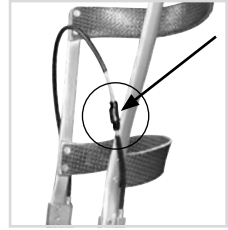

Fig. 10
Le câble de traction séparable est livré prémonté. Si vous souhaitez procéder à des ajustements sur le câble de traction, positionnez le raccord (Fig. 10) à un endroit bien accessible du patient.
- 1 Si nécessaire, raccourcissez le câble de traction long et/ou court. Le raccord doit être positionné de sorte que le patient puisse le manipuler aisément (Fig. 10).